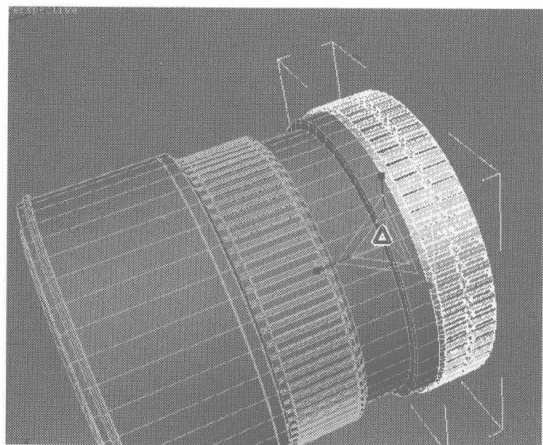

图 6.454
- 65** 选择焦距圈物体，在工具栏中单击 按钮，并在视图中单击镜头物体，在弹出的对话框中依照默认值进行设置对齐参数，再用缩放工具将其适当地放大，如图 6.454 所示。